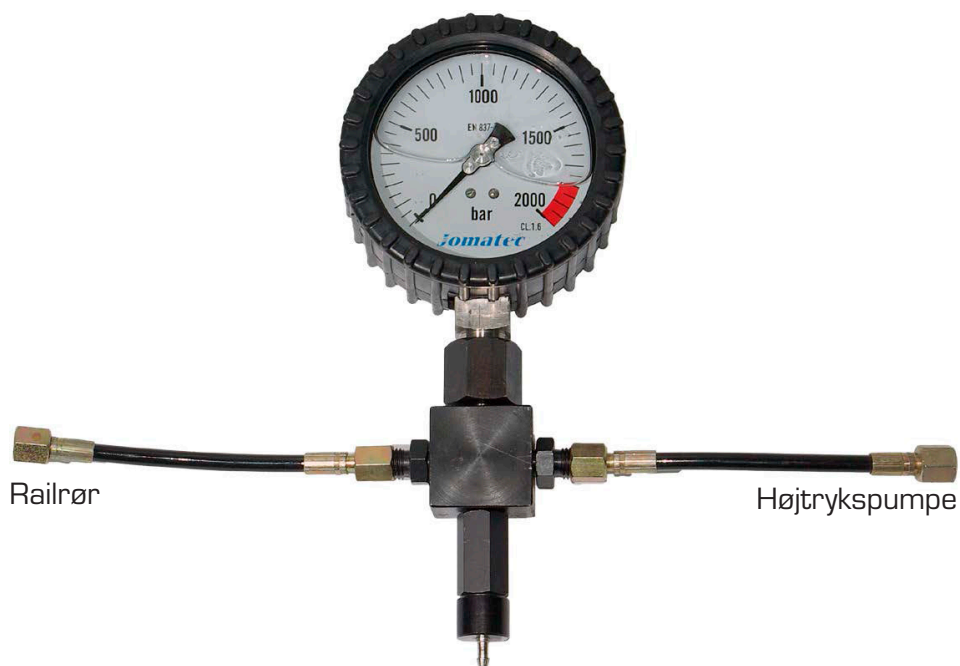

Fig. 2
- Sørg for, at de er fri for snavs for at forhindre indtrængning af partikler i indsprøjtningssystemet og saml nævnte slanger i "T" på trykmåleren, så vi får et sæt som det i fig. 2.